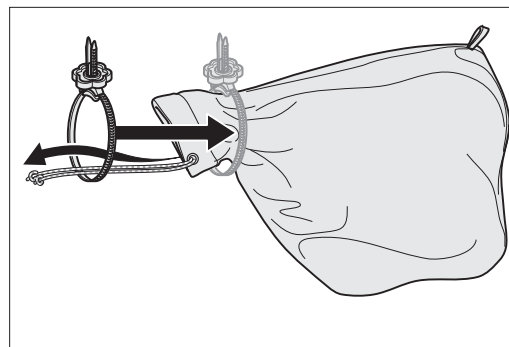

Abb. 2: Den MultiClip über die Öffnung des Staubsackes schieben.
- 2 Schieben Sie den MultiClip über die Öffnung des Staubsackes (Abb. 2).